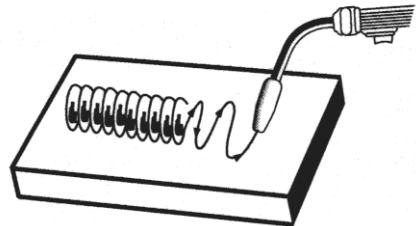

Figura 14. Cordón tejido
2. CORDÓN TEJIDO (Figura 14) se usa cuando se quiere depositar metal sobre un espacio más amplio que el que sería posible cubrir con el cordón de refuerzo. Se hace deslizando la pistola de un costado a otro. Es mejor detenerse en el extremo de cada lado antes de regresar hacia el otro extremo.